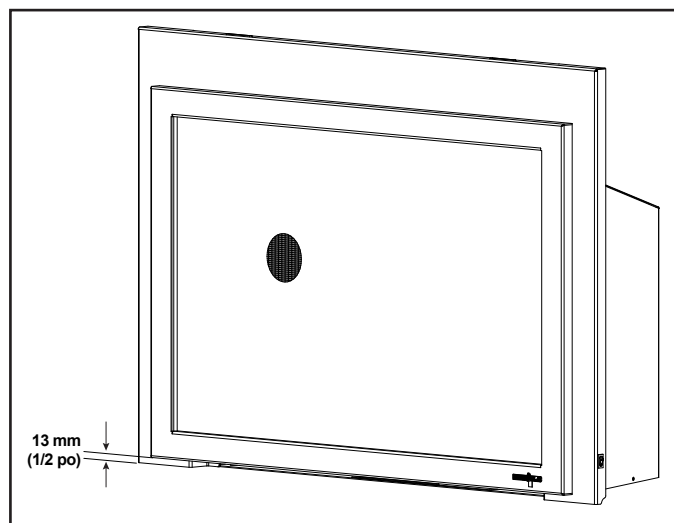

Figure 3.17 Minimum requis de 12,7 mm (1/2 po). Espace en bas de la façade
- Un espace de 12,7 mm (1/2 po) doit être maintenu sous la partie inférieure de la face avant. Voir la figure 3.17.